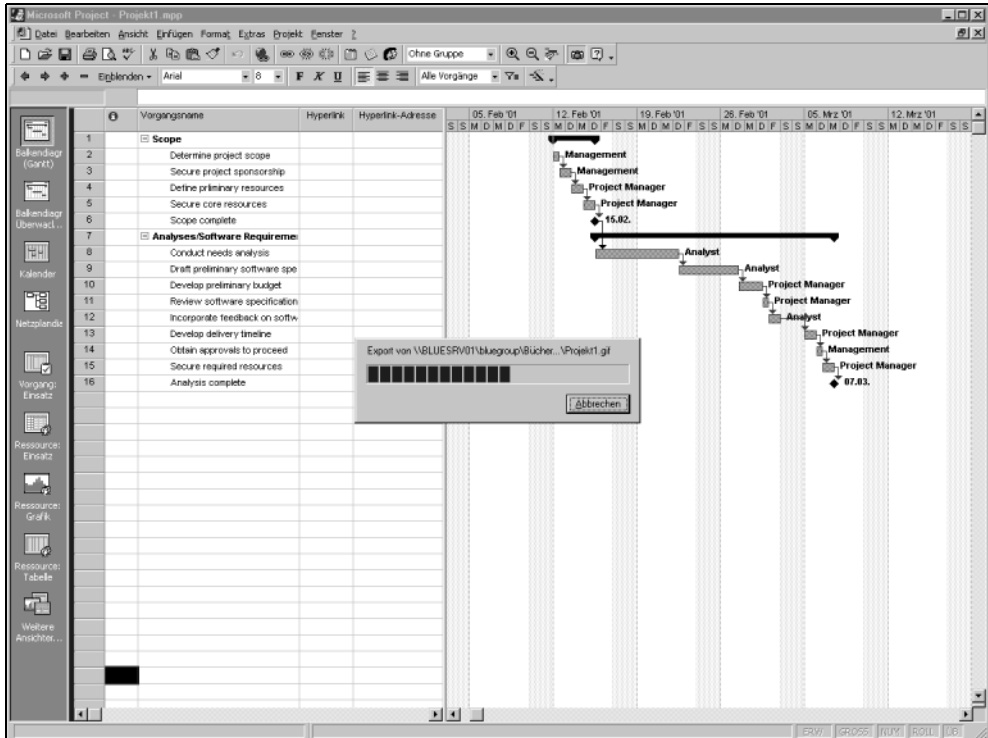

Abbildung 19.17:
5. Klicken Sie auf OK. Innerhalb der nächsten Sekunden kopiert Project das Bild Ihres Balkendiagramms (siehe Abbildung 19.17).